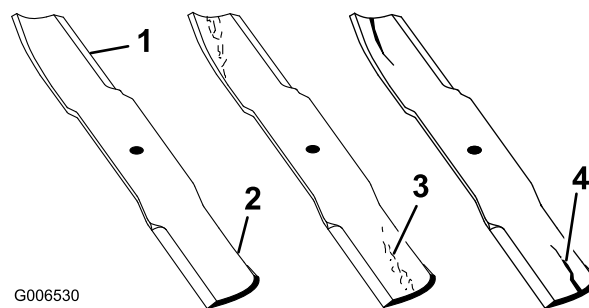

Figure 50
1. Examinez le tranchant des lames (Figure 50).
2. Inspectez les lames, surtout la partie relevée (Figure 50).
**Remarque:** Remplacez immédiatement toute lame endommagée, usée ou qui présente une entaille (Figure 50).